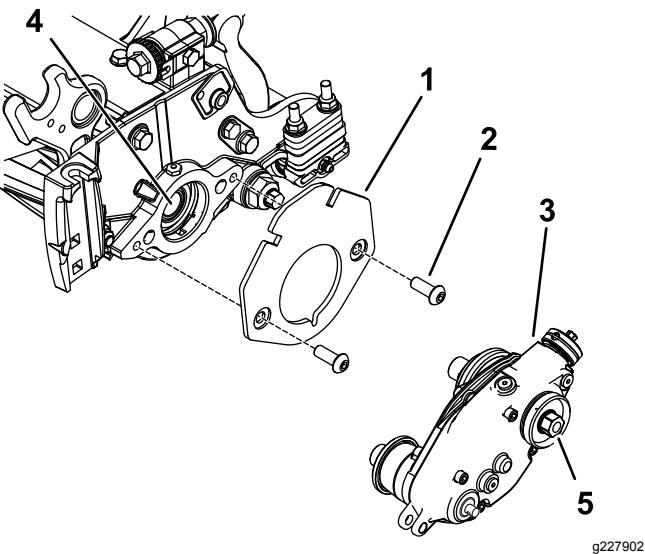

Figura 8
- Fije el soporte de los pesos al molinete con 2 pernos allen de cabeza redonda ($\frac{3}{8}$ " x $\frac{3}{4}$ "), como se muestra en la Figura 8.
- Aplique fijador de roscas de resistencia media (por ejemplo, Loctite® 243 azul) a las roscas del eje interno del molinete (Figura 8).
- Conecte la caja de transmisión del gromer al eje del molinete (Figura 8) usando la cabeza